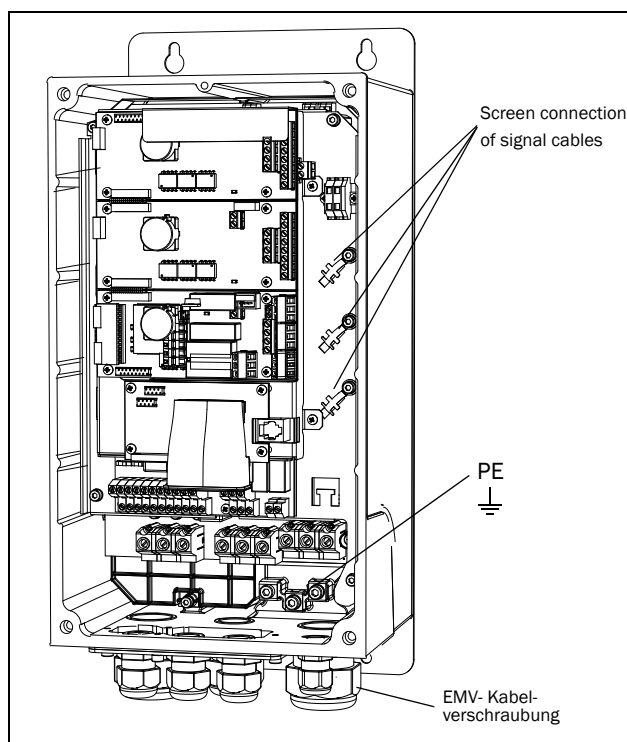

Abb. 22 Kabelabschirmung
- Der PE-Anschluss gemäß Abb. 22 ist nur bei lackierter Montageplatte erforderlich. Sämtliche Frequenzumrichter haben eine unlackierte Rückseite und sind daher für die Montage an eine unlackierte Montageplatte geeignet.